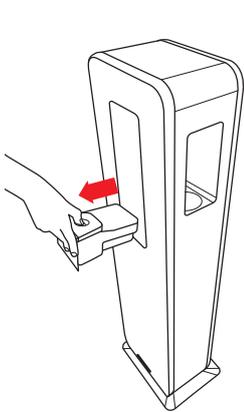

Fig. 1-10
18.2 – Estrarre la vaschetta raccogliogocce dalla propria sede afferrandola per il foro centrale e tirandola verso l'esterno, vedi Fig. 1-10.